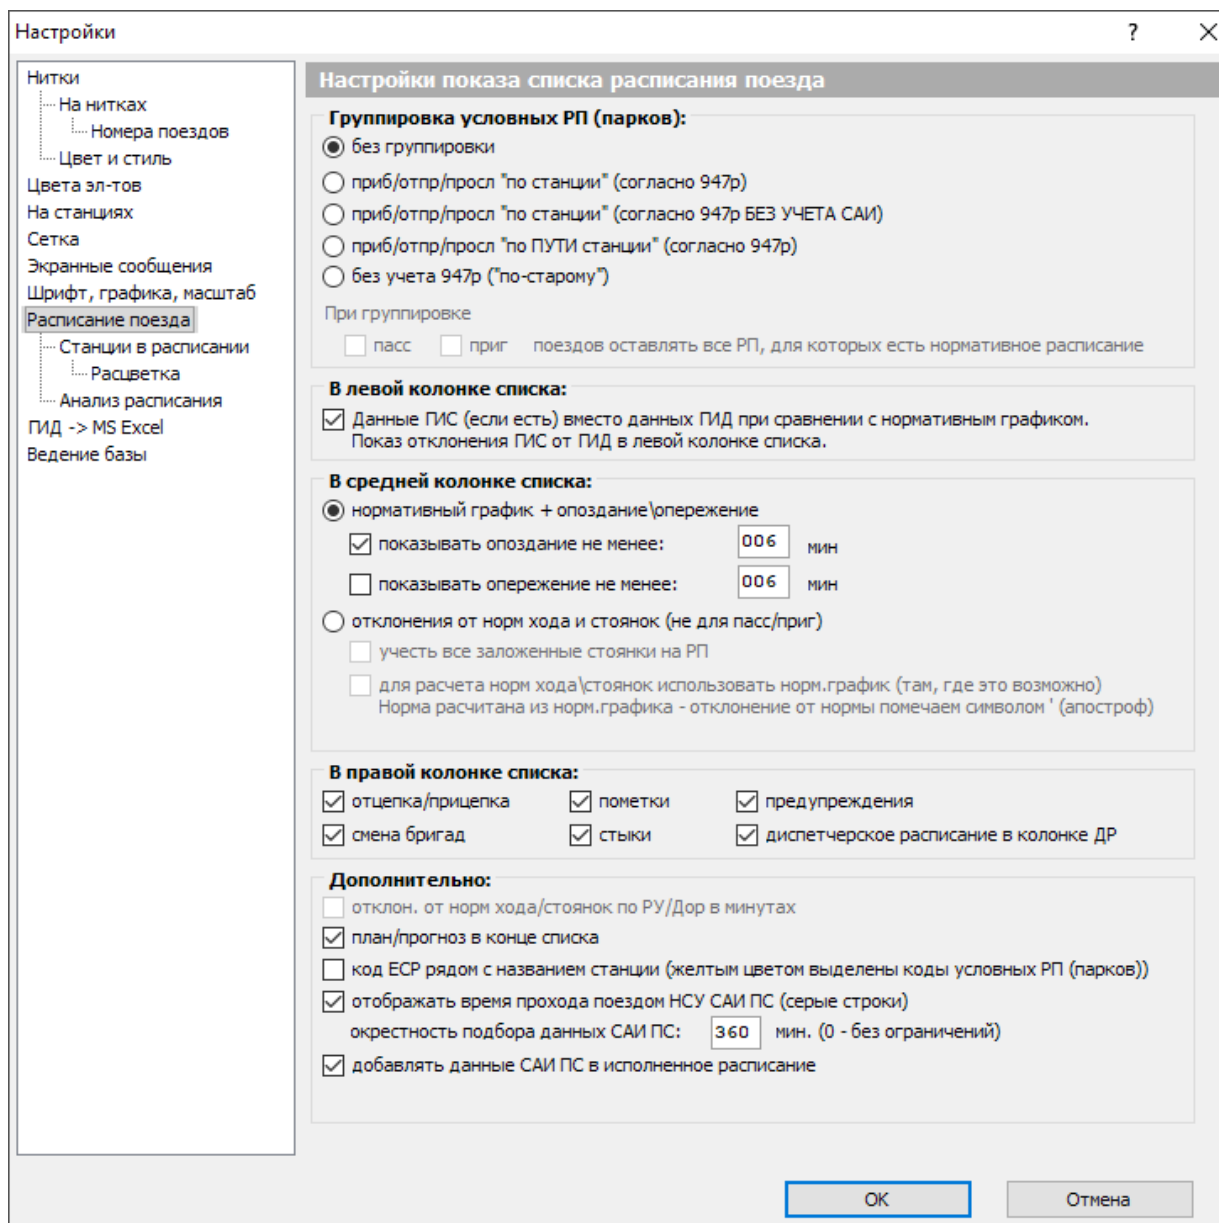

Рис. 1 Настройки показа списка расписания поезда
1. Настройки показа списка расписания поезда (рис. 1);